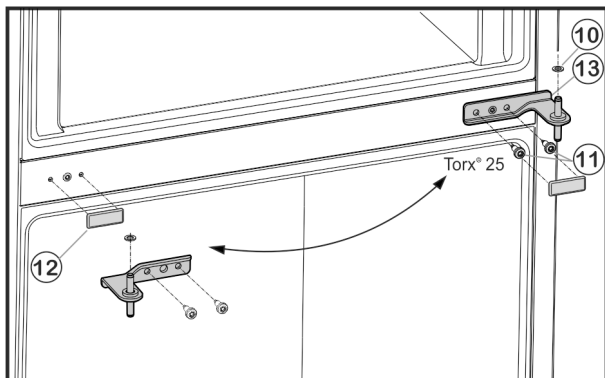

Fig. 6
- ▶ Desserrer les vis de fixation *Fig. 6 (11)* (2 fois Torx® 25) et retirer le support de palier du milieu de la porte inférieure.
- ▶ Retirer la rondelle en plastique *Fig. 6 (10)*.
- ▶ Retirer le cache *Fig. 6 (12)* avec précaution.
- ▶ Replacer le cache *Fig. 6 (12)* du côté opposé.
- ▶ Remettre en place le support de palier du milieu *Fig. 6 (13)* à 180° dans la porte inférieure et la visser solidement à l'aide des vis de fixation *Fig. 6 (11)* (2 fois Torx® 25) sur le nouveau côté de la charnière (**avec 4 Nm**).
- ▶ Remettre en place la rondelle de plastique *Fig. 6 (10)*.
- ▶ Mettre en place la porte supérieure sur le support de palier *Fig. 6 (13)*.